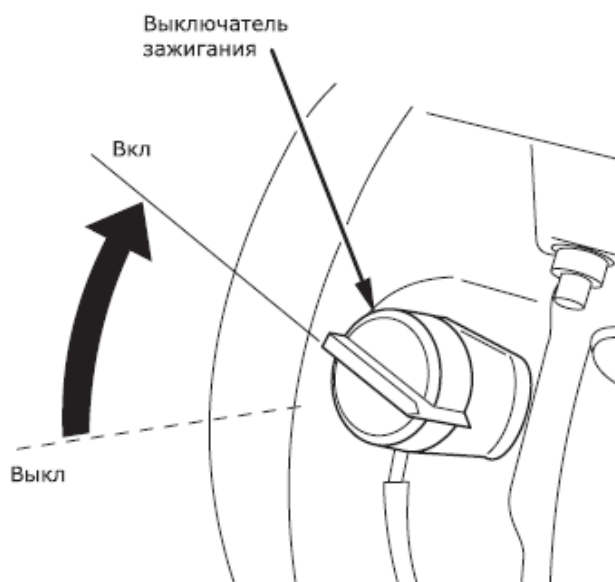

Рис. 8 – Выключатель двигателя
- Поставьте рычаг дроссельной заслонки на 1/3 хода в сторону положения «МАКС» (рис. 8).